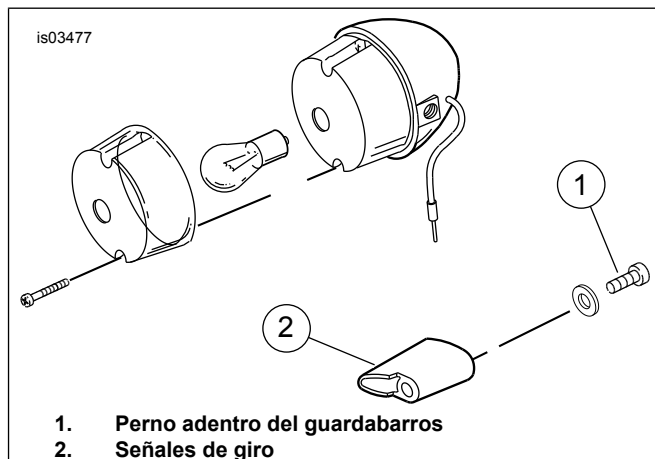

Figura 3. Señal de giro trasera Dyna (soporte típico estilo Airfoil)
2. Vea la Figura 3. Extraiga el soporte de la luz existente quitando el perno y la arandela (si están presentes) dentro del guardabarros trasero, después quite del soporte la caja de la luz. Guarde los elementos de sujeción para la instalación. Deseche el soporte.